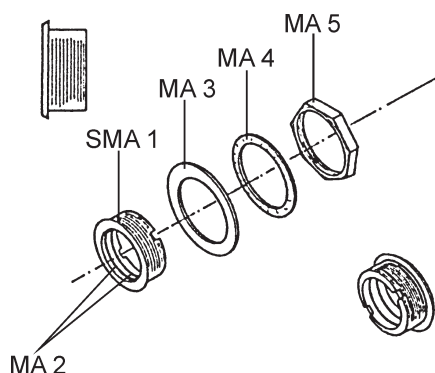

Fig. 2.7
3. Insérer les pièces SMA 1 à MA 5 sur la fixation de montage selon fig. 2.7 (Page 16).